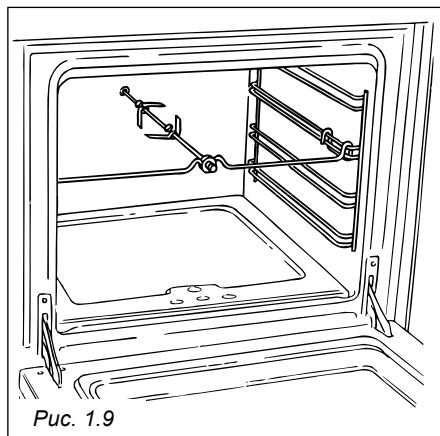

Рис. 1.9
- Поместите вертел на опорную рамку и вставьте конец вертела в отверстие привода (Рис.1.9); затем удалите теплозащитную ручку, повернув ее влево.